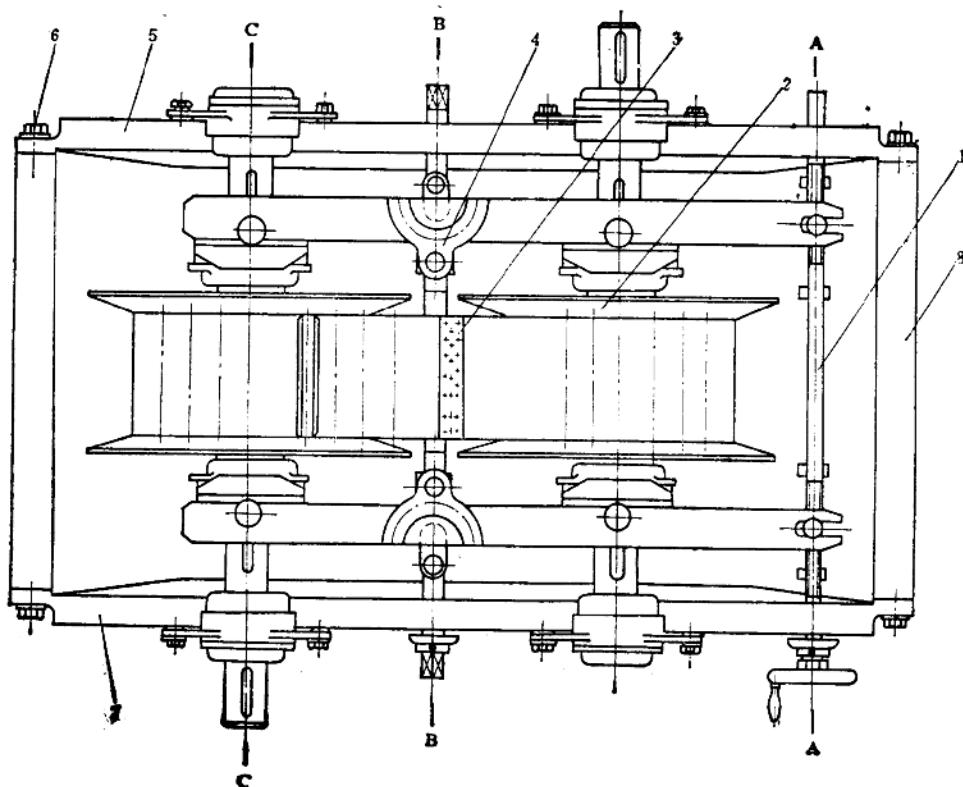
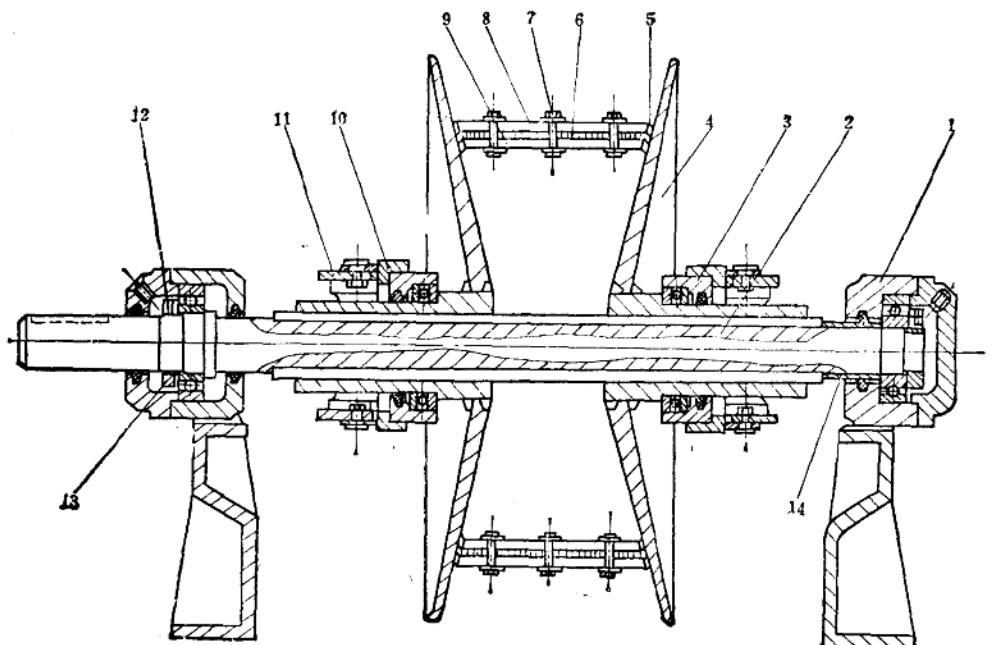
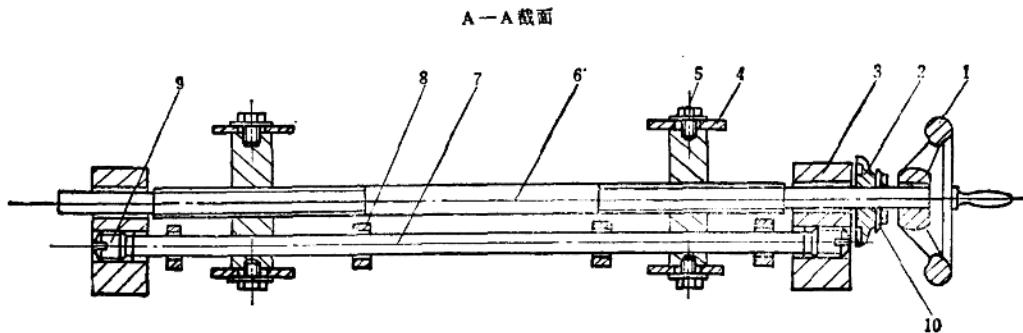
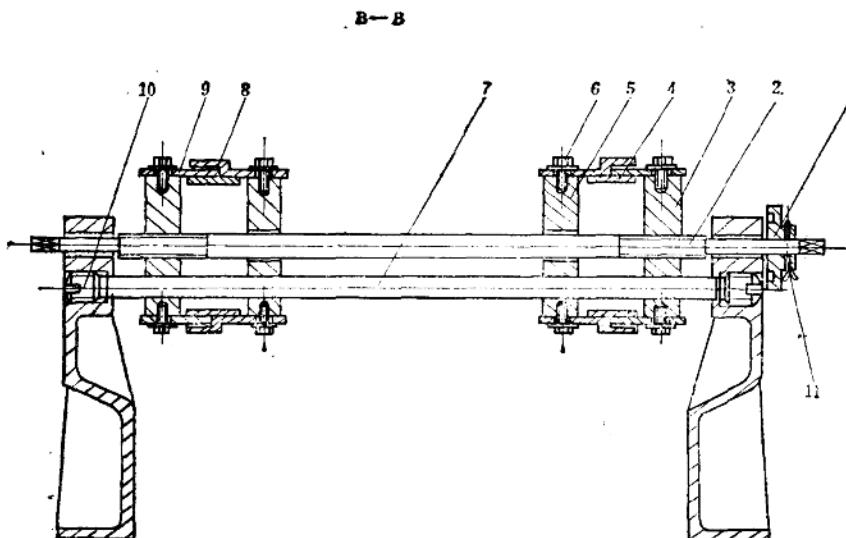

图8-1-8 无级变速器
图8-1-9 锥形摩擦圆盘机构(图8-1-8 C-C 截面)
图8-1-10 调速机构 (图8-1-8 A-A 截面)
图8-1-11 张紧机构 (图8-1-8 B-B 截面)
⑤ 分别拆下三根轴上的滚动轴承。
⑥ 拆中间轴和输出轴的齿轮时可在压床上将齿轮垫好、摆平使轴与工作台面垂直，然后把轴压出，拆下齿轮。在无压床时，把齿轮摆平放牢后，可用大锤向外打轴，但必须在轴端垫上铜板或软质材料再打，防止将轴头打胀，使轴损坏或无法修复。
2) 无级变速器(图8-1-8) 无级变速器是用来实现铸型输送机各种不同的速度，以适应不同的生产工艺的要求。主要由锥形摩擦圆盘机构(图8-1-9)，调速机构(图8-1-10)和张紧机构(图8-1-11)等组成。